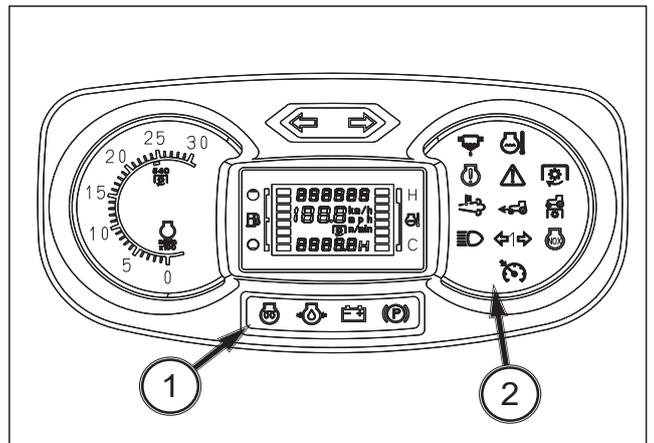

FIG. 36
FIG. 36: El conjunto de lámparas indicadoras inferiores (1) y el conjunto de lámparas indicadoras derechas (2) contienen varias luces indicadoras para controlar determinadas funciones.